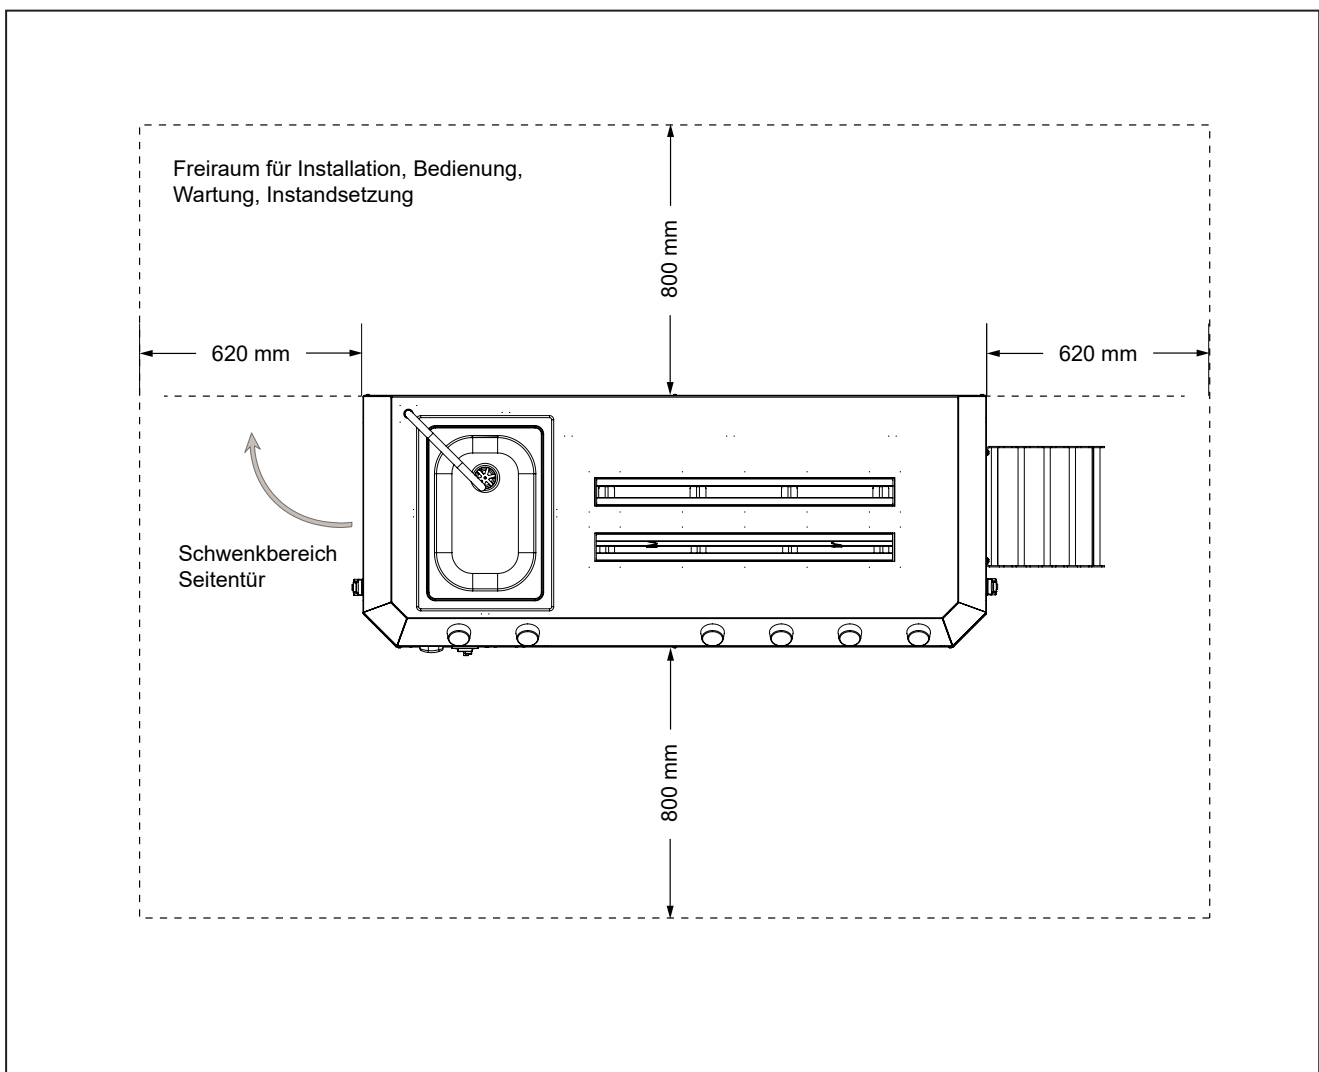

Abb. 4 - 3 Freiraum um den Mattenreiniger
- Freiraum für Zugang an der Front- und Rückseite (siehe Abb. 4 - 3).